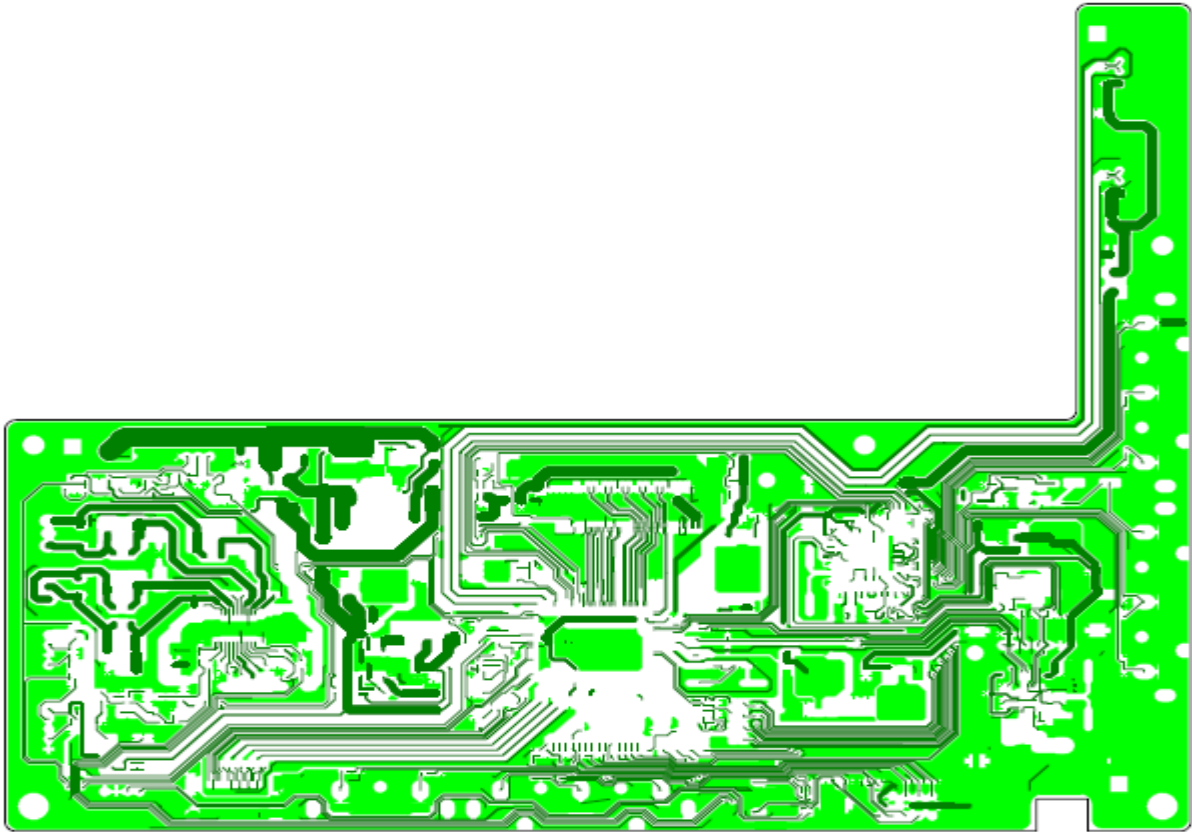

图 1 ZLS46G 机芯主板布局示意图
2、ZLS46GS 机芯主板印制板布局及主要元器件位置示意图 1。